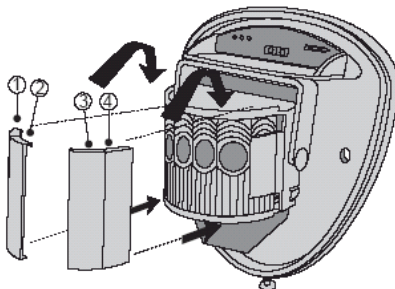

Fig. 8
- Le module de détection est équipé de 2 volets obturateurs mobiles, permettant de limiter l'angle de détection. Un jeu de volets supplémentaire est fourni pour les cas où l'on a besoin de réduire encore davantage la zone de couverture des faisceaux, pour obtenir par exemple un angle minimum de détection de 10°. Les volets sont fixés au module orientable comme indiqué à la Fig. 8 ci-dessous. Chaque division de l'optique couvre une zone de 10° environ. **Voir Fig. 8.**